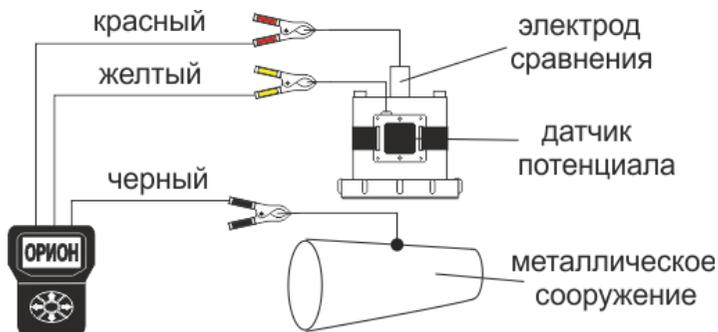

Рис. 7.1 Схема подключения при измерении потенциалов.
При включении прибора, на дисплее появится текущая дата, время и измеряемые параметры поляризационного потенциала, суммарного потенциала, тока поляризации вспомогательного электрода. Прибор подключить к измеряемой цепи рис. 7.1 после установки значений измеряемых величин. Окно осциллографа отображает форму напряжения для оперативного анализа. На рис. 7.1.1 представлен пример изображения дисплея после включения прибора.
7.4.1 С помощью клемм красной, черной, желтой (5, 6, 7) подключить прибор к измеряемой цепи рис. 7.1. При этом черную клемму (6) подключить к шине от трубопровода, желтую (7) – к датчику потенциала (вспомогательному электроду), красную (5) - к выводу от электрода сравнения.